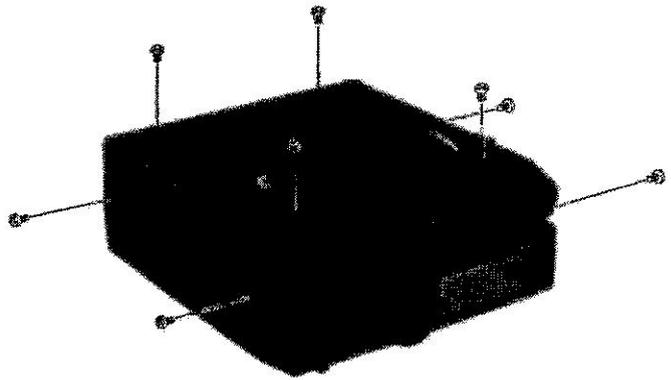

Рис. 1: Удаление нижней крышки
- ❑ Установите устройство вверх ногами на рабочую поверхность задней стороной к себе и открутите восемь винтов, крепящих нижнюю крышку (рис. 1). Затем снимите нижнюю крышку.